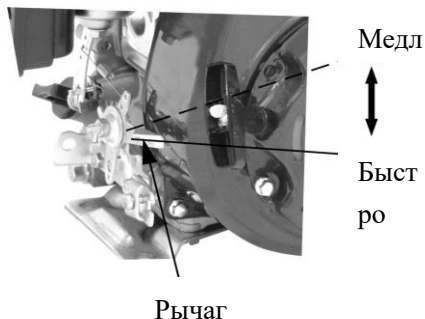

Рис.7
3. Медленно сдвиньте вниз рычаг дросселя в положение FAST (Рис. 7).